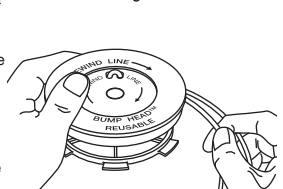

Fig. 18
8. Découpez environ 3 m (6 pi) de fil neuf. Insérez une extrémité de fil dans l'un des deux trous du moulinet intérieur (Fig. 18). Tirez le fil jusqu'à ne laisser que 10 cm (4 po) environ.
9. Insérez l'extrémité du fil dans le trou ouvert du moulinet et tirez sur le fil pour que la boucle soit la plus petite possible (Fig. 18).